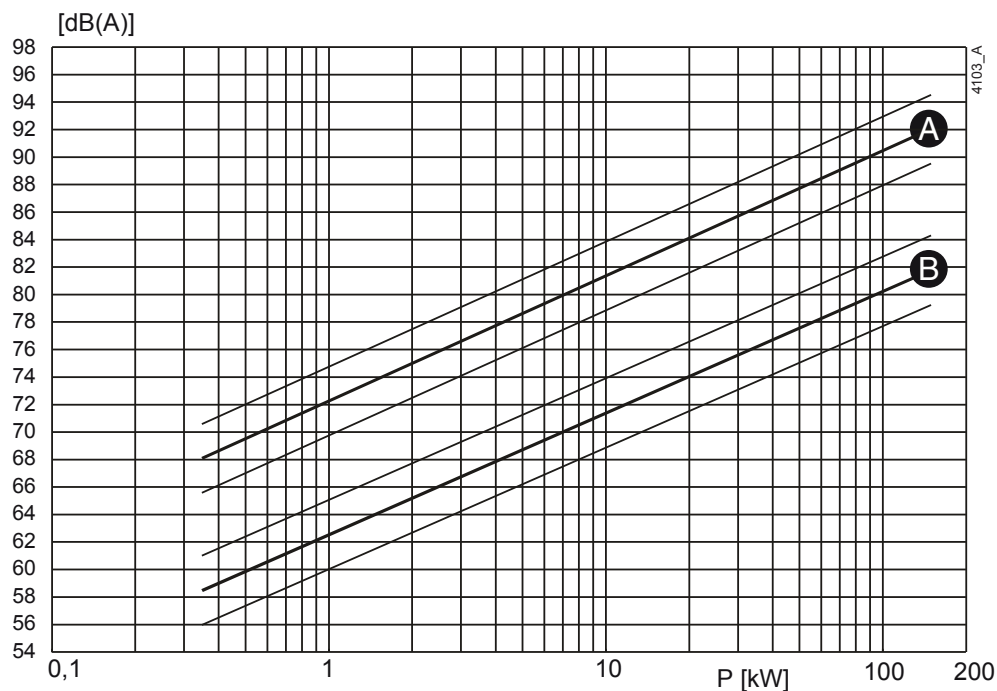
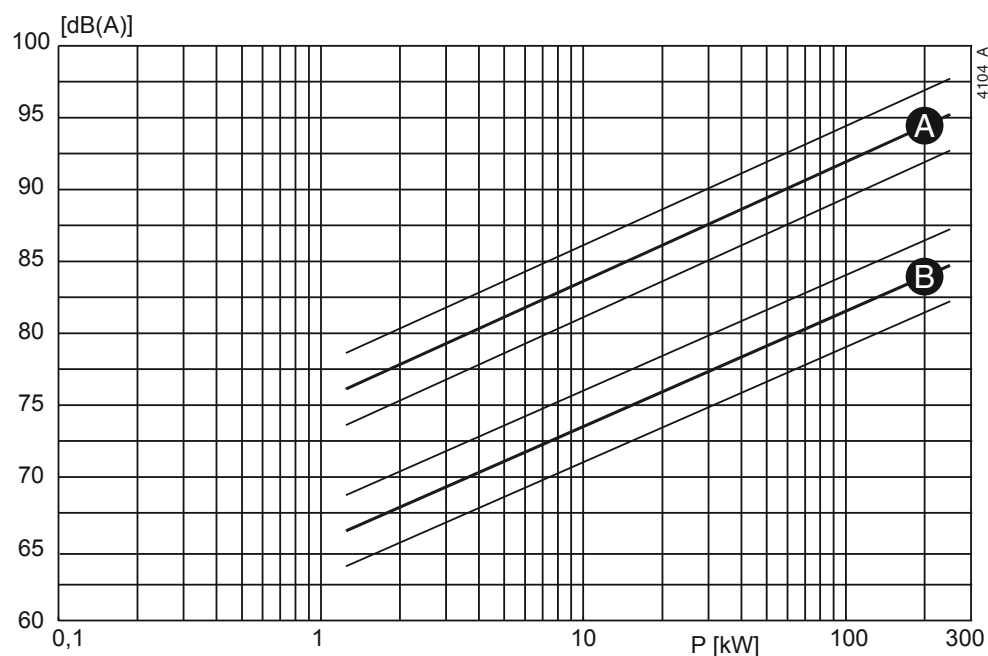

Figure 26: Niveau sonore en fonction de la puissance de la pompe [kW] à 1450 min-1 (A= énergie sonore, B= pression sonore).
Figure 27: Niveau sonore en fonction de la puissance de la pompe [kW] à 2900 min-1 (A= énergie sonore, B= pression sonore).
- 1 Déterminez le niveau sonore (L1) de la pompe, voir Figure 26 ou Figure 27.